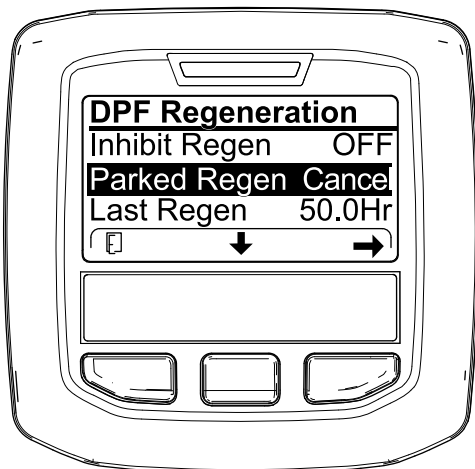
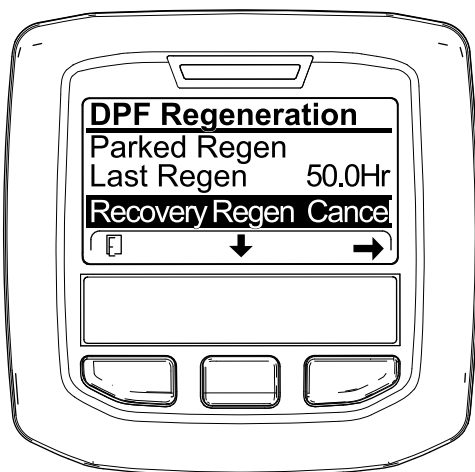

Рисунок 61
Рисунок 62
1. Перейдите к меню регенерации DPF (Рисунок 61).
2. Нажмите среднюю кнопку, чтобы перейти вниз к опции PARKED REGEN CANCEL (ОТМЕНА СТАЦИОНАРНОЙ РЕГЕНЕРАЦИИ) (Рисунок 61) или к опции RECOVERY REGEN CANCEL (ОТМЕНА ВОССТАНОВИТЕЛЬНОЙ РЕГЕНЕРАЦИИ) (Рисунок 62).
3. Нажмите правую кнопку для выбора опции Regen Cancel (Отмена регенерации) (Рисунок 61 или Рисунок 62).